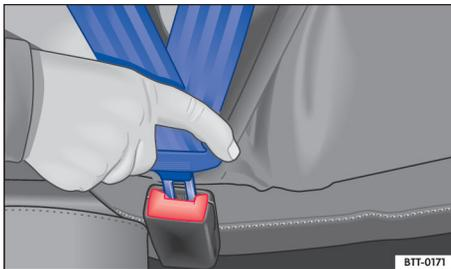

图 58 安全带锁扣和插口
- 将锁舌插入所属座椅的安全插锁内，下压，直至听到啮合声⇒图 58。安全带锁舌被锁扣锁止。